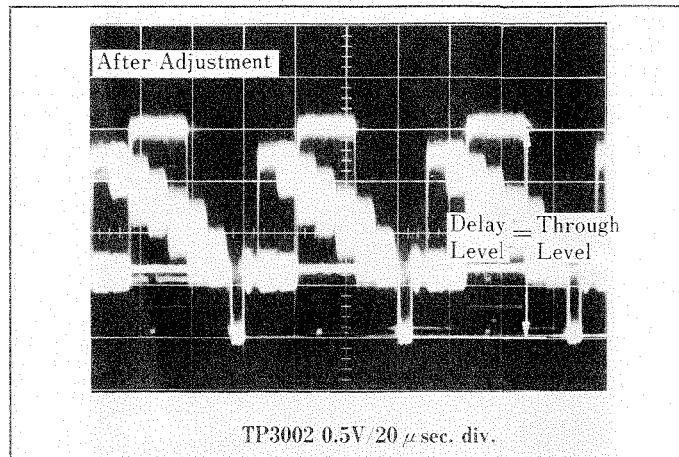

Fig. 24
- Jetzt C3023 so einstellen, daß der verzögerte Videopegel dem Wiedergebepegel entsprechend Fig. 24 entspricht.